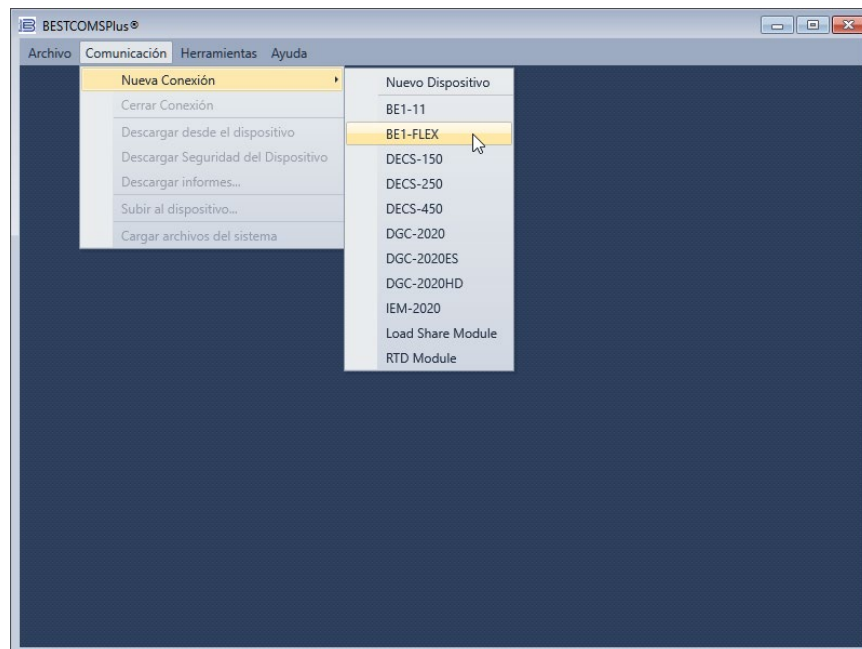
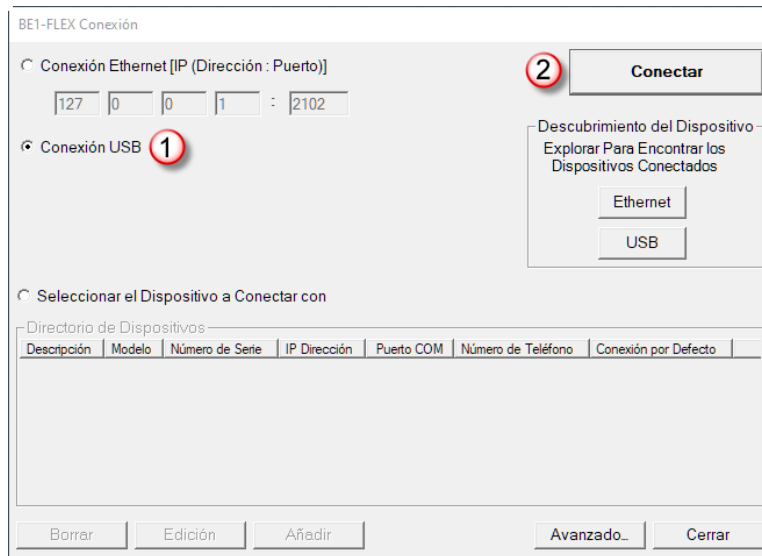

Figura 2-3. Menú desplegable de comunicación
Figura 2-4. Pantalla de conexión BE1-FLEX
Se abre la ventana de la plataforma *BESTCOMSPi^{us}*. Seleccione Nueva conexión del menú desplegable Comunicación y seleccione BE1-FLEX. Consulte Figura 2-3. Se muestra la pantalla Conexión del BE1-FLEX, que aparece en Figura 2-4.
- Paso 1: Inicie BESTCOMSP*lus* y seleccione Nueva conexión, BE1-FLEX del menú desplegable Comunicación para conectar con el dispositivo. Consulte Figura 2-3.
- Paso 2: Se muestra la pantalla Conexión del BE1-FLEX. Consulte Figura 2-4. Seleccione Conexión USB y haga clic en Conectar.